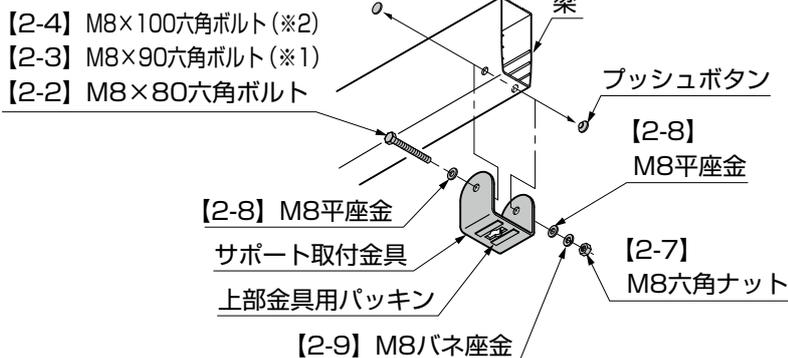

図3-2
①梁先端の側面に付いているプッシュボタンを外して、サポート取付金具を梁に[2-2]、[2-7]、[2-8]、[2-9]で取付けてください。(図3-2参照)